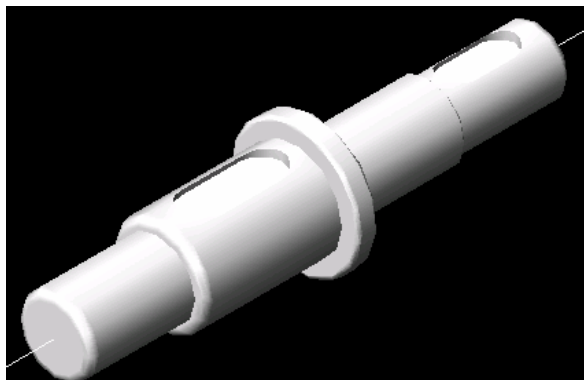

图 10-4-10
STEP 05 把视图转到东北等轴测视图，用体着色工具对其进行着色，效果如图 10-4-10 所示。